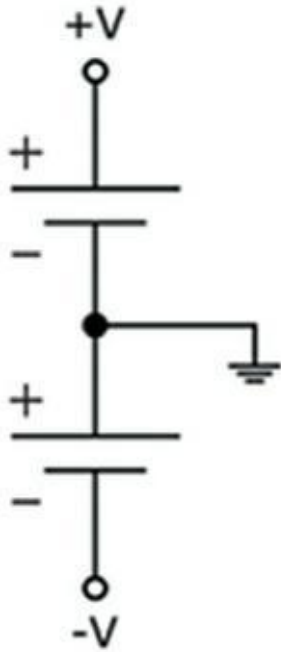

FIGURE 14-6 Certains circuits nécessitent une source positive et une source négative.
Certains circuits (par exemple des circuits d'amplification opérationnelle, voir Chapitre 11) nécessitent à la fois une source d'alimentation positive et une source négative. Vous verrez souvent la source positive représentée par un cercle ouvert accompagné de l'indication +V et la source négative représentée par un cercle ouvert avec l'indication –V. Si la tension n'est pas spécifiée, ce peut être +5 V ou – 5 V continu. La Figure 14-6 est un exemple d'illustration
- » **Un seul symbole de masse** : Toutes les connexions à la masse sont reliées à un point unique. La ou les sources (par exemple la pile) ne sont pas toujours représentées de façon visible, mais on doit supposer que la masse est reliée à la borne positive ou négative des sources de courant continu (comme le montre la Figure 14-6).